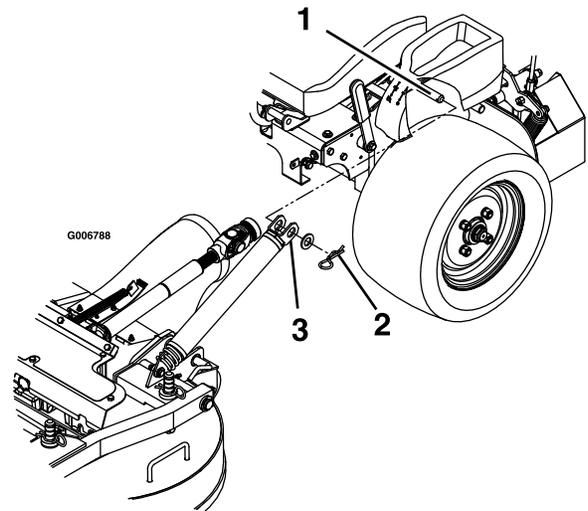

Рисунок 78
4. Извлеките игольчатые шплинты и снимите шайбы в верхней части пружины облегчения подъема деки на каждой стороне машины (Рисунок 78).
10. Установите пружины на штифты пружинодержателей под левой и правой консолями и закрепите их с помощью шайб и игольчатых шплинтов (Рисунок 78).